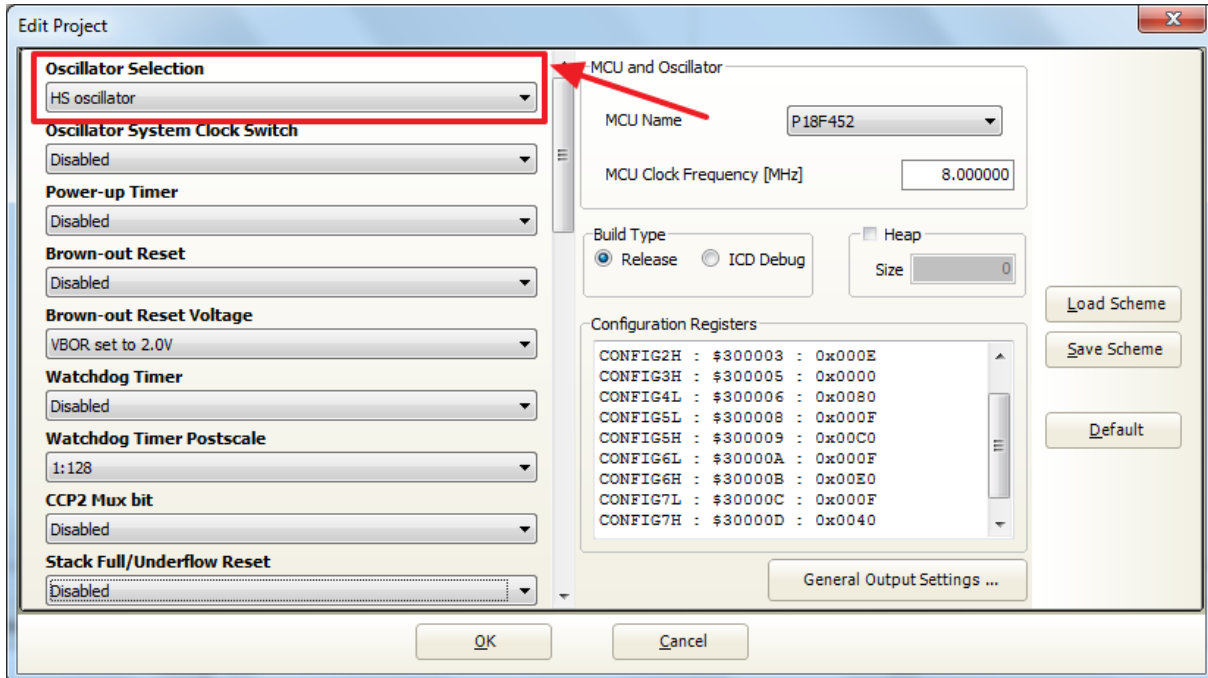

Figura 35: Alteração no modo oscilador.
- **OBS 1:** Para projetos que utilizem o módulo LCD do kit, deve-se, ao criar o projeto, alterar a opção “Oscillator Selection” para a configuração “HS oscillator”. Esse passo é mostrado na Figura 35